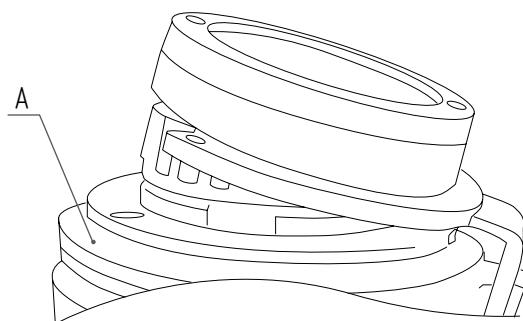

Рис. 5
- Приподнимите фланец включения блокировки А для того, чтобы установить пневматический привод в сборе [2] (Рис. 5).